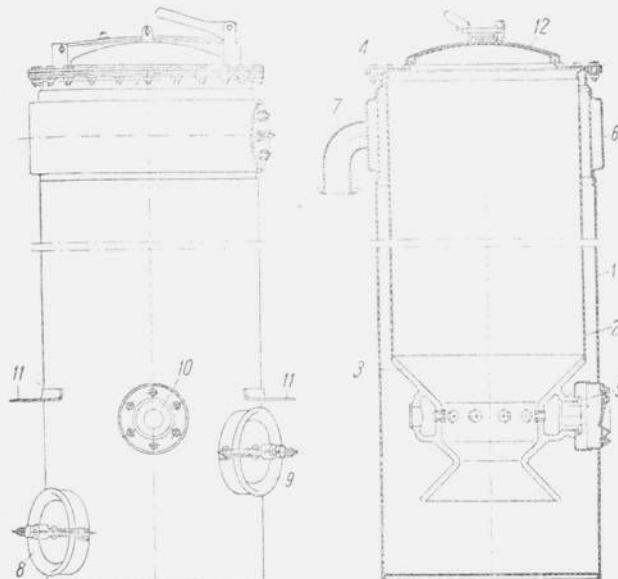

Рис. 13. Газогенератор ГАЗ-42:
**Газогенератор** (рис. 13) состоит из наружного кожуха 1 и бункера 2 с приваренным топливником 3. Газогенератор имеет полный подогрев топлива. Бункер газогенератора изготовлен из листовой